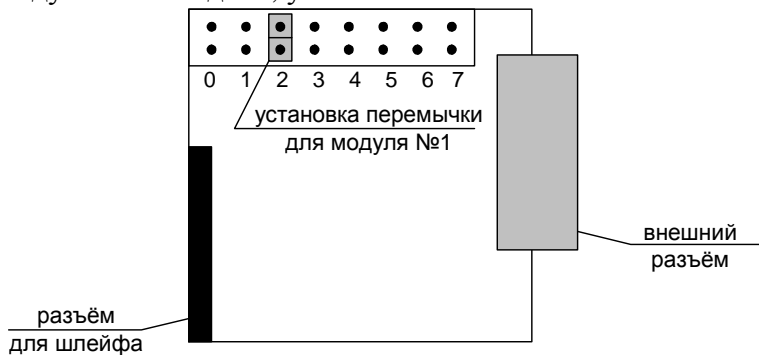

Рис. 4.1 Установка адресной перемычки для модуля ввода/вывода №1.
- вынуть неисправный модуль и провести ремонт вышедшего канала, либо заменить модуль на исправный, при этом необходимо правильно установить перемычку внутреннего адреса модуля (см. рис.4.1);